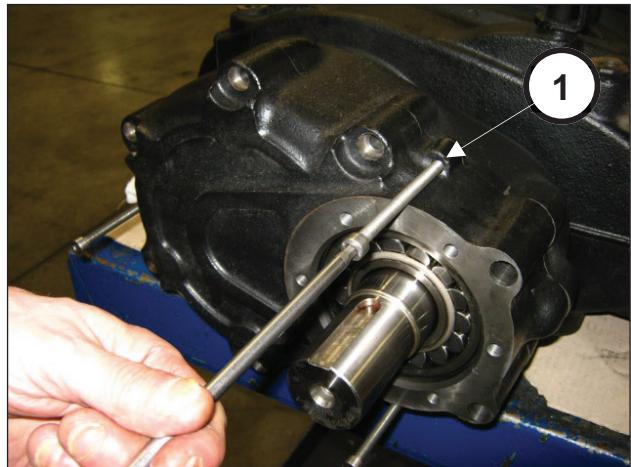
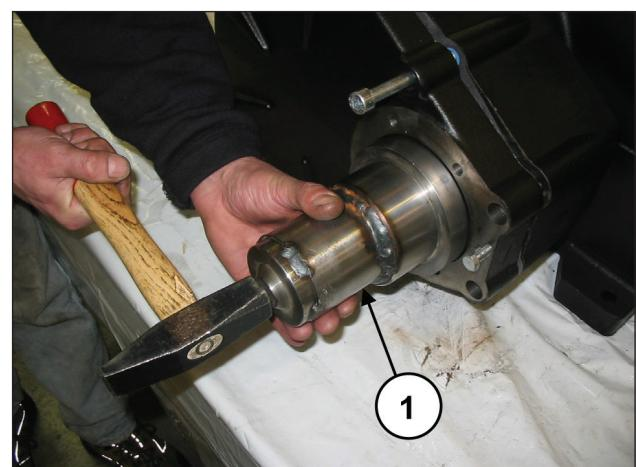

图8
图9
通过提取器拧紧3个螺纹销柱（部件号①, 图8），同时使用专用工具（代码27887000）轻敲它，使轴承在拆下盖子（部件号①, 图9）时保持在小齿轮上。